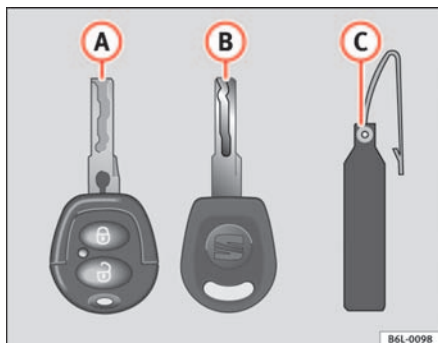

Abb. 46 Schlüsselsatz
- einen Funkschlüssel ⇒ Abb. 46 **A**
Nur anhand der Schlüsselnummer auf dem Kunststoffanhänger ⇒ Abb. 46 **B** können Schlüssel nachgemacht werden. Deshalb: